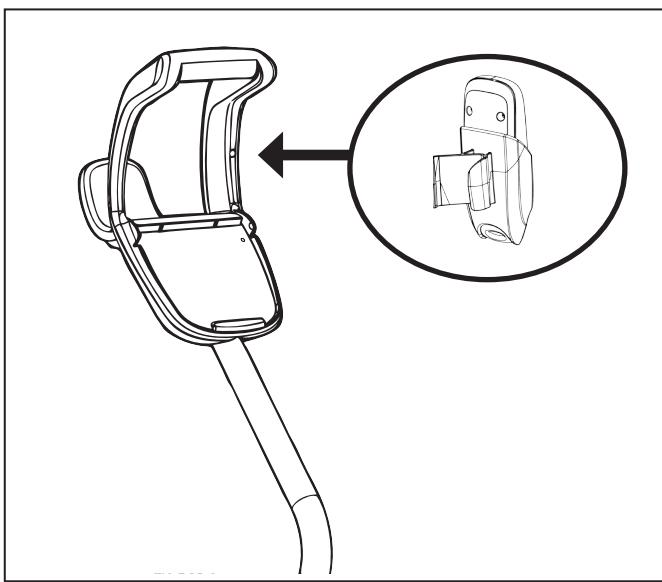

Figura 8. Coloque la base del control remoto en su lugar
9. **(9550 Sport/P955)** Ubique la clavija de la base del control remoto en la manija del carrito para luego colocar el control remoto en el carrito (Figura 8).